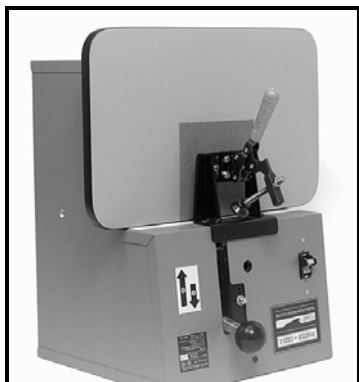

Fig. 5
1. Ponga de espaldas el conjunto de armario (vea la Fig. 5).
2. Coloque el tablero en la parte superior del conjunto de armario como está ilustrado en la Fig. 5.